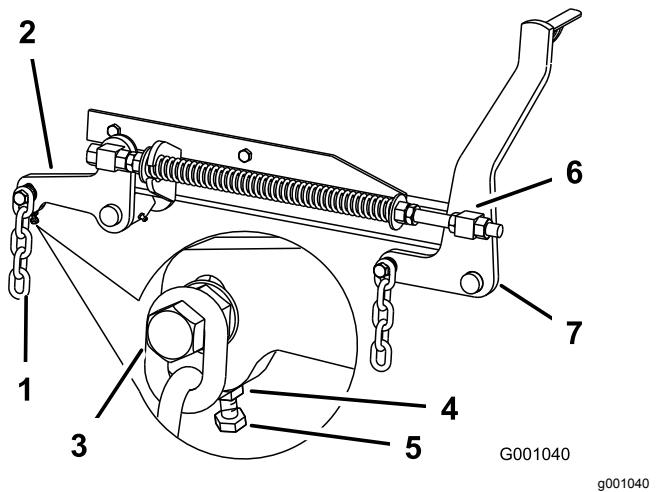

Figura 75
7. Se le misure al punto **B** o **C** non sono esatte, allentate il bullone che monta la catena posteriore al braccio di supporto posteriore (Figura 75).
8. Allentate il controdado sotto il braccio di supporto posteriore e regolate il bullone di regolazione a un valore tra 7,9 e 8,3 cm (Figura 75).
- Allentate di 13 mm circa i controdadi delle parti girevoli anteriori destra e sinistra (Figura 75).
- Regolate i dadi di sollevamento sui lati destro e sinistro della macchina finché la parte anteriore della macchina non risulta più bassa di 6–10 mm davanti, al punto **A**, rispetto alla parte posteriore al punto **B** (Figura 75).